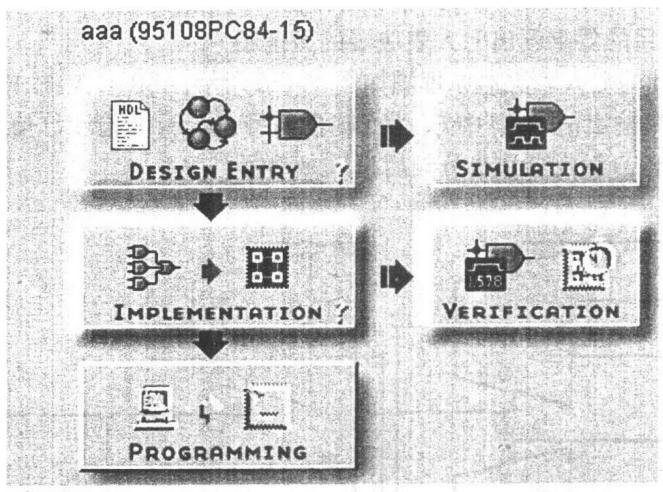
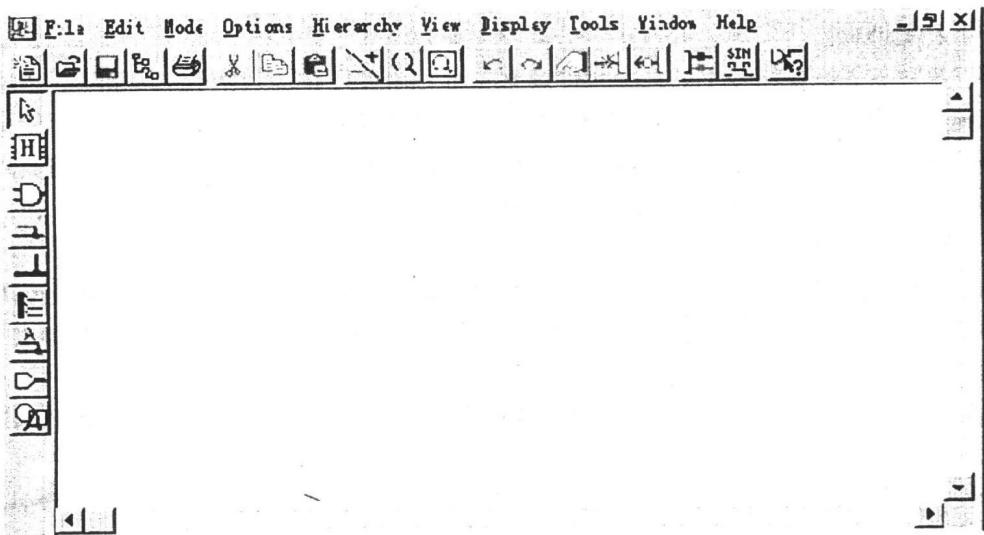
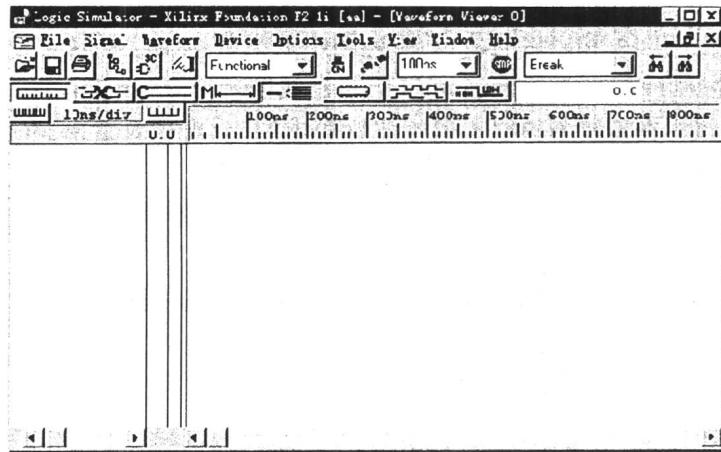
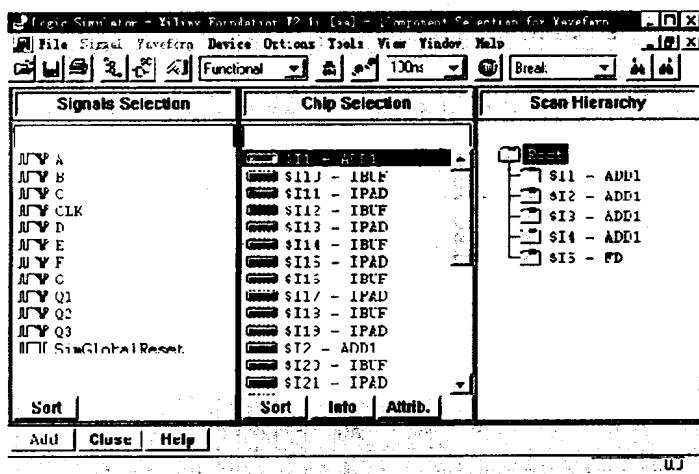

图 1.1.5 电路设计流程
图 1.1.7 原理图输入作图板
图 1.1.9 原理图仿真器
图 1.1.12 层次信号选择器
整个电路设计过程就根据工程项流程进行。在进行实际电路设计前，简单介绍一下如图 1.1.5 所示的工程项流程图的各个环节。
(1) 输入方式选择。图 1.1.5 的左上方为输入方式选择，其中包含了三种不同输入方式的图标：HDL 语言（含 VHDL、ABEL-HDL 和 Verilog）、状态机和原理图，点击图标可分别进入不同的输入方式，如采用原理图输入，则点击原理图输入图标。
启动Foundation,进入主设计流程后,进入如图1.1.5的画面后,点击图1.1.5中的原理图输入图标,得到如图1.1.7所示的“作图板”。作图板的上方为编辑工具图标,左边为作图工具条,在作图板上绘制原理图时需要利用这些工具。
(1) 启动逻辑仿真器(Logic Simulator)点击图 1.1.5 设计流程图中的 Functional Simulation 图标,软件将会提示用户原理图已被修改,所以要更新原理图网表,点击 Yes 进行网表更新。机器系统调用逻辑仿真器,项目网表自动载入到逻辑仿真器。进入如图 1.1.9 的仿真器画面。
(2) 点击仿真器工具条中 SC 图标 ,从仿真器进入原理图输入工具。
(3) 当原理图打开之后,在原理图上部的输入工具条中点击仿真工具框图表如图  的图案。
(1) 除了上面所示用探头加测试信号外,还可以用现在所述的用“元件选择窗口加测试信号,但两种方法只要选用一种。进入图 1.1.9 后,点击图中工具条栏目中的 Signal→Add Signals 或点击仿真器中工具条的 Component Selection 按钮  ,出现如图 1.1.12 所示的画面,即可打开 Components election 窗口。